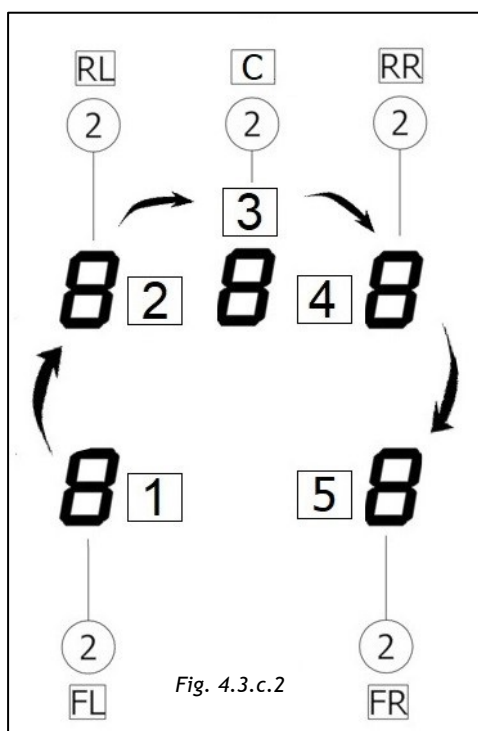

Fig. 4.3.c.2
-> Pulse el display de cada zona de cocción en sentido horario como se muestra en la Fig. 4.3.c.2, siempre sin soltar la tecla Pausa, partiendo desde el display de la zona de cocción frontal izquierda 2FL (1-2-3-4-5).
- > Seleccione la opción de menú que desea visualizar/modificar mediante la barra deslizante (4), tal y como se resume en la tabla Fig. 4.3.c.1.